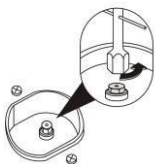
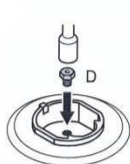

Bild12.1
Bild12.2
Schrauben Sie den Injektor mit Hilfe eines 7er Steckschraubenziehers wie in Bild 12.1 angegeben heraus. Stecken Sie den für die Umrüstung gewünschten Injektor (D) wie in Bild 12.2 angegeben ein.